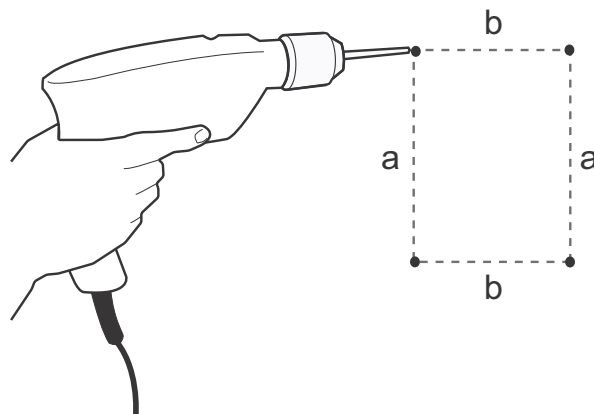

Рис. 5 Высверливание отверстий в стене
1. С помощью шаблона для сверления на стене отметьте монтажные отверстия. См. рис. 5.
2. Просверлите отверстия. См. рис. 5.